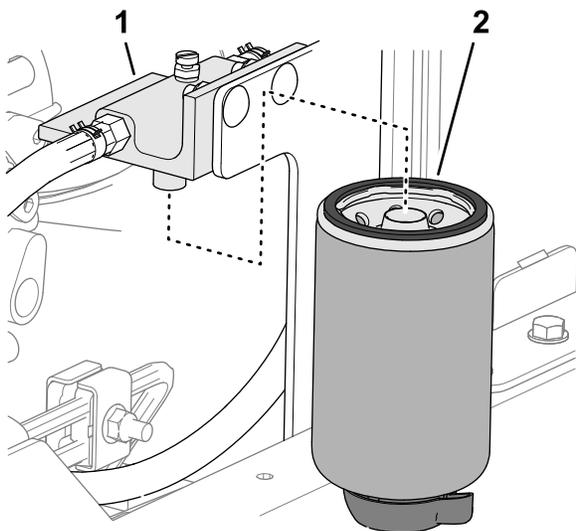

Рисунок 83
2. Очистите головку и корпус фильтра (Рисунок 83).